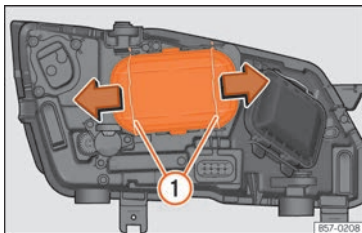

Abb. 108 Im Motorraum: Abdeckung entfernen.
2. Verschieben Sie die Streben » » » **Abb. 108** ① in Pfeilrichtung und nehmen Sie den Deckel ab.